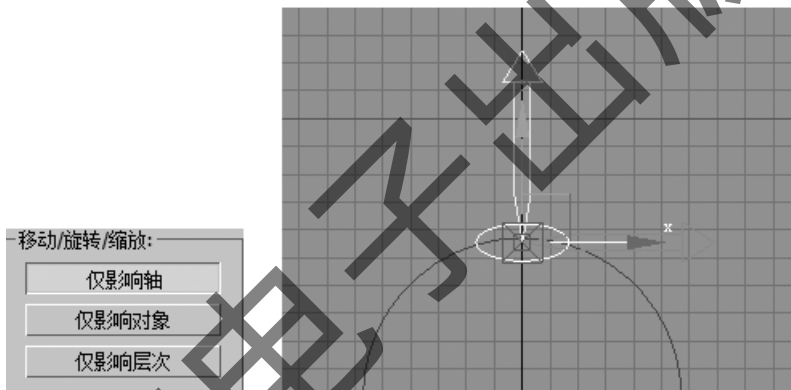

图 4-29 修改轴心
Step3: 将“椭圆”的轴心对齐到圆的轴心,选中“椭圆”,选择“” (层级面板)→仅影响轴,如图 4-29 所示。